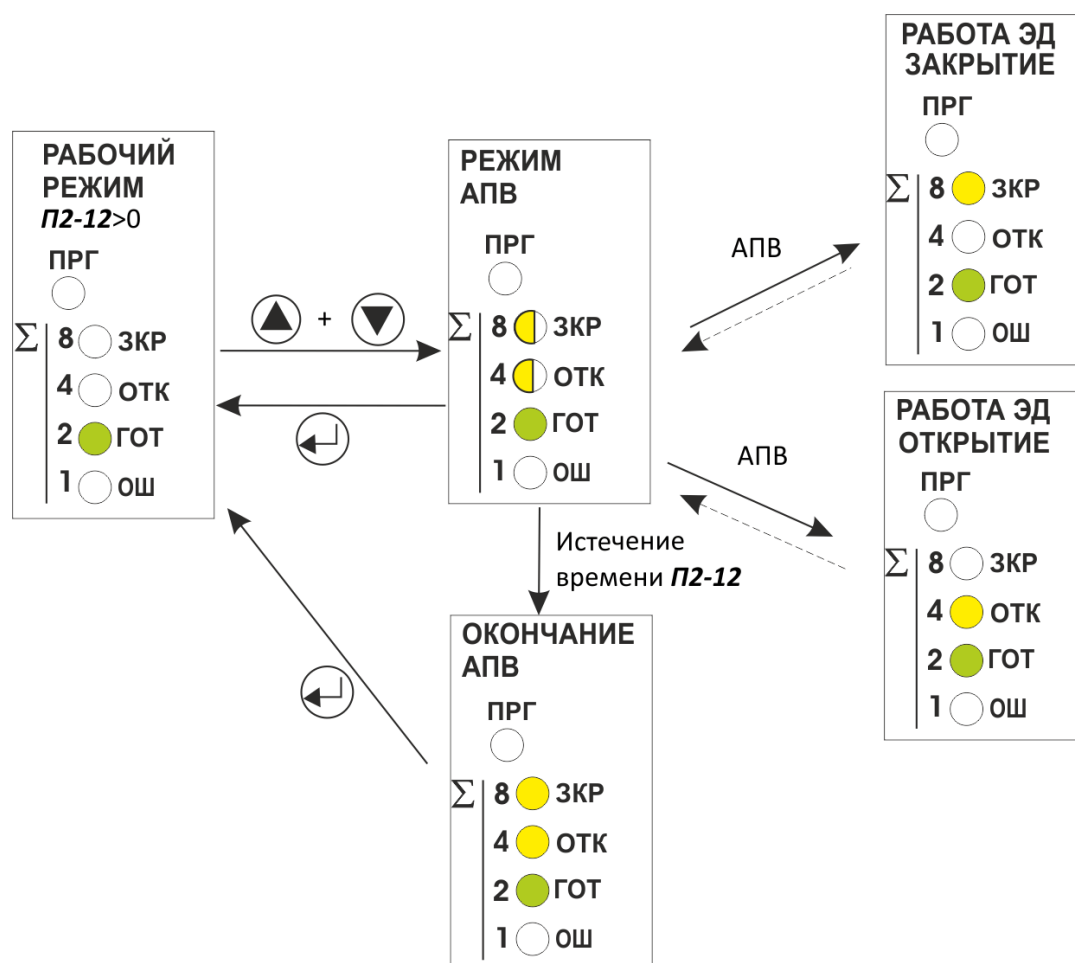

Рисунок 12 - Схема работы режима автоматического повторного включения (уставка **П2-12>0**)
1.12.5 Вместо режима тестового включения в меню уставок может быть включен режим АПВ (автоматического повторного включения) (уставки **П2-12...П2..14**, Приложение Б) с заданной длительностью работы, частотой включений и продолжительностью включения для проверки пускателей в лабораторных условиях (рис. 12).